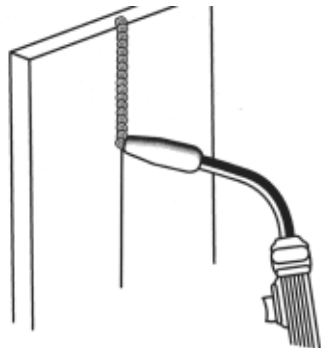

Figure 23. Position verticale
3. La **POSITION VERTICALE** (figure 23) figure au niveau de difficulté suivant. Tirez sur le pistolet du haut vers le bas peut être plus facile pour bien des gens, mais dans certains cas il peut être difficile d'empêcher le bain de fusion de couler vers le bas. Pousser sur le pistolet de bas en haut peut permettre un meilleur contrôle du bain de fusion et des vitesses de voyage plus lentes assurant une pénétration plus profonde. Lors du soudage à la verticale, l'angle B (voir **COMMENT TENIR LE PISTOLET**, à la page 19) est habituellement de zéro degré, mais l'angle A varie généralement entre 45 et 60 degrés afin de mieux contrôler le bain de fusion.